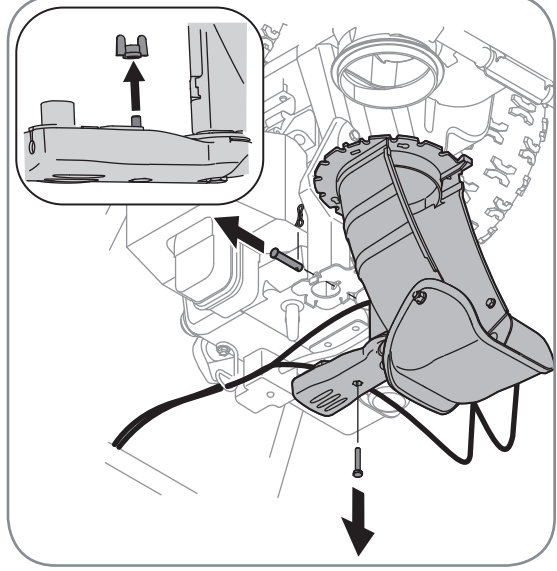

Figure 3-2
2. Retirez l'écrou à oreilles et la vis hex. qui se trouvent sur la commande de la goulotte ainsi que la goupille fendue et l'axe de chape sur le support de la goulotte. Voir la Figure 3-2. Positionnez la goulotte (tournee vers l'avant) sur sa base.